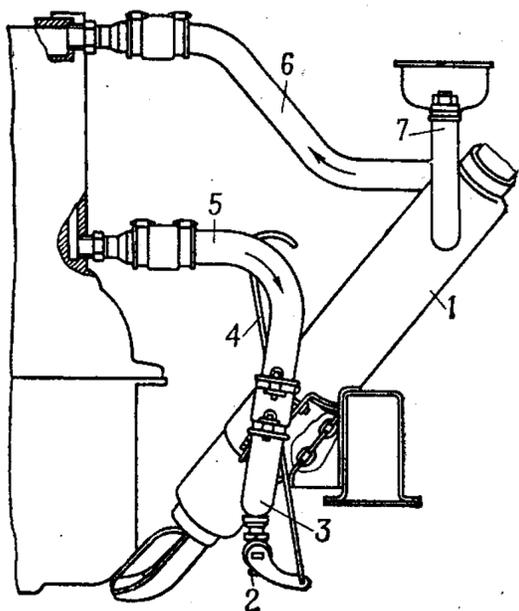

Рис. 9. Котел пускового подогревателя:
<p style="text-align: center;">Снятие котла пускового подогревателя</p> <p>1. Установить упоры под передние и задние колеса автомобиля</p> <p>2. Открыть верх капота и установить его на упор</p> <p>3. Снять пробку радиатора, открыть сливные краны и слить охлаждающую жидкость из системы охлаждения двигателя</p> <p>4. Вывернуть болты с шайбами крепления котла пускового подогревателя</p> <p>5. Ослабить стяжную ленту хомутика крепления шланга отводной трубы 6 (рис. 9) у патрубка заливной горловины 7 и снять шланг с патрубка</p> <p>6. Ослабить стяжную ленту хомутика крепления шланга подводной трубы 5 к нижнему патрубку 3 котла пускового подогревателя, опустить подогреватель вниз и снять его</p> <p>7. Вывернуть сливной краник 2 в сборе с тягой 4 и кронштейном тяги</p>	<p>Упоры (4 шт.)</p> <p style="text-align: center;">—</p> <p>Емкость для охлаждающей жидкости</p> <p>Ключ 12—14</p> <p>Бородок 4</p> <p>Бородок 4</p> <p>Ключ 14—17</p>
8. Ввернуть сливной краник 2 (рис. 9) в сборе с тягой 4 и кронштейном тяги
6. Ослабить стяжную ленту хомутика крепления шланга отводной трубы 6 (рис. 9) котла пускового подогревателя и отъединить шланг от штуцера головки блока	Бородок 4